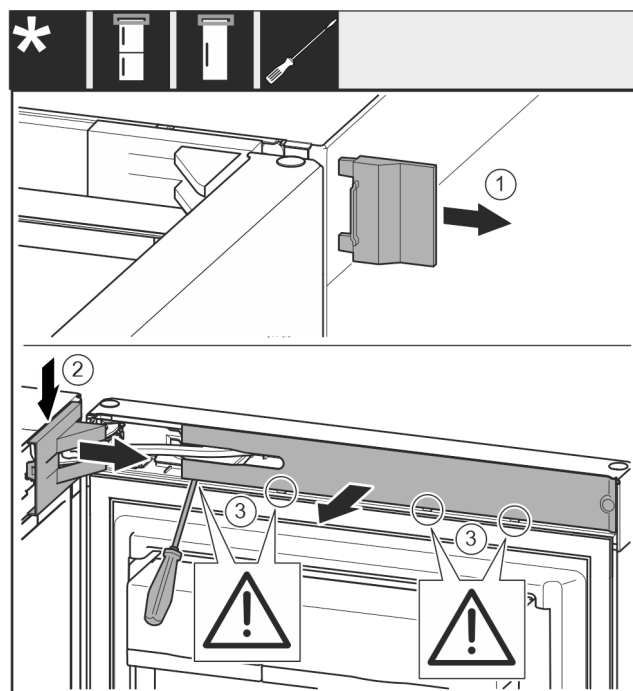

Fig. 12
- Retirer le cache Fig. 12 (1).
- Dégager et désolidariser le cache du support de palier Fig. 12 (2).
- Retirer le cache du support de palier Fig. 12 (2).
- Dégager le cache Fig. 12 (3) au moyen d'un tournevis plat et le faire pivoter sur le côté.